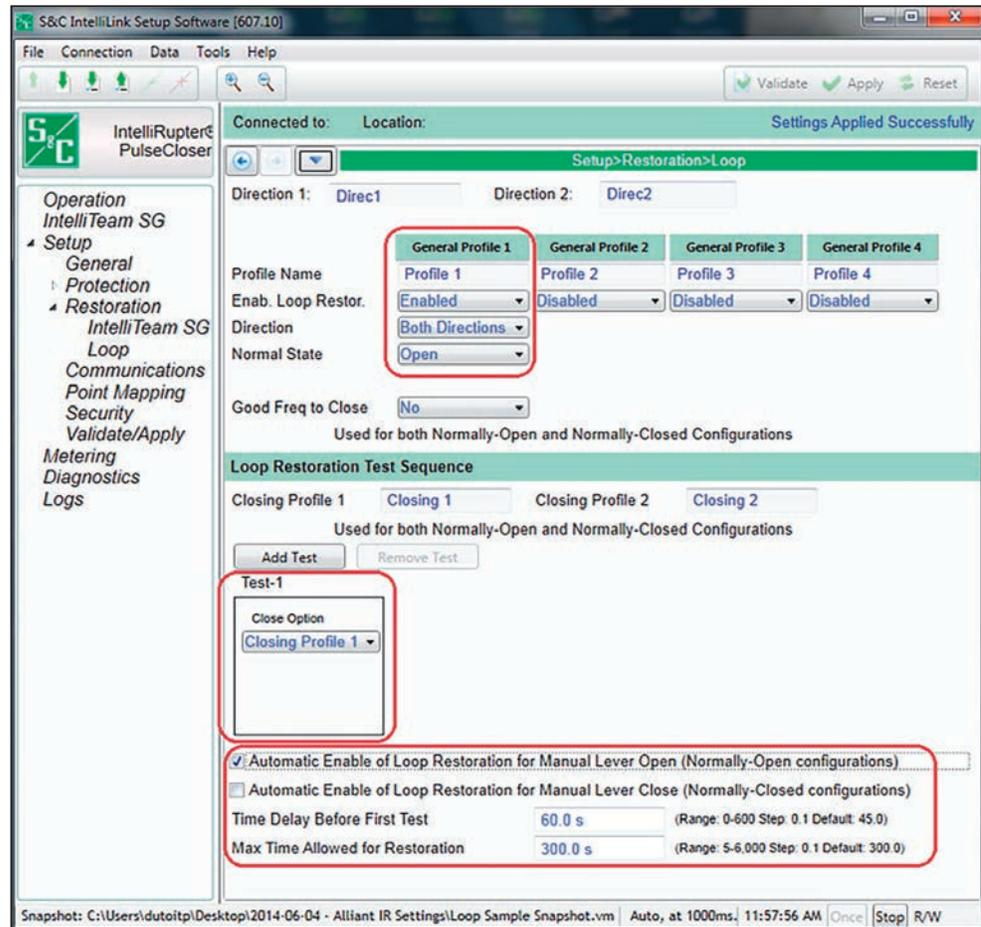

Figura 79. La pantalla Setup>Restoration>Loop.
- PASO 1.** En la pantalla *Setup>Restoration>Loop (Configuración>Restablecimiento>Anillo)*, habilite el punto de ajuste **Enable Loop Restoration (Habilitar el Restablecimiento del Anillo)** para el Perfil General deseado. Vea la Figura 79.
Cuando el modo **Loop Restoration** está tomando una decisión para cerrar y restablecer el alimentador, éste usa el perfil y la secuencia de prueba programados en la pantalla *Setup>Restoration>Loop>Loop Restoration Test Sequence (Configuración>Restablecimiento>Anillo>Secuencia de Prueba del Restablecimiento del Anillo)*. Vea la Figura 79 en la página 150.